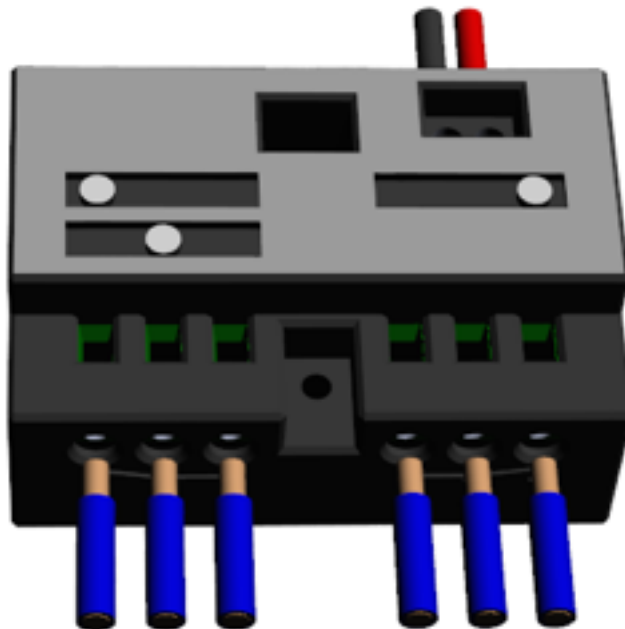

Figura 3
- se i tasti sono 2 (tasti esterni) collegare i fili sulla morsetteria indicata sulla scatola per il tasto SX e i fili sulla morsetteria per il tasto DX (Figura 3):